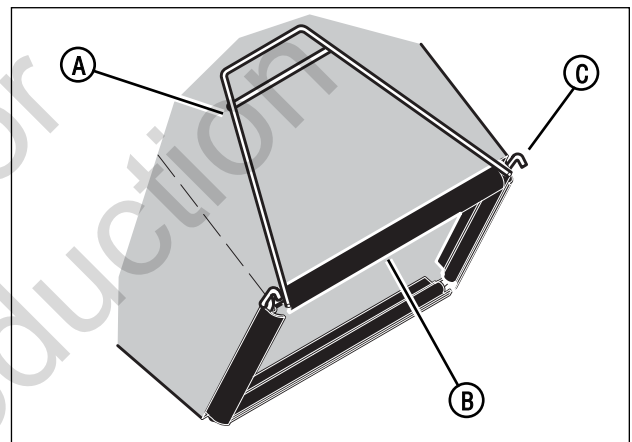

Figura 8: Instalación de los ganchos de la bolsa
2. Verifique que la manija (A, Figura 8) esté en el lado exterior de la bolsa de césped.
3. Primero, sujete los ganchos (B, Figura 8) al costado del armazón (C). Luego, sujete los ganchos a la parte superior e inferior del armazón.